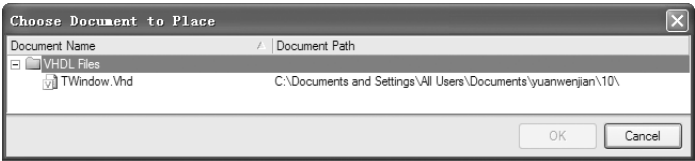

图 14-3 选择 VHDL 设计文件对话框
- 2) 打开新建的顶层原理图文件，选择菜单命令“设计”→“HDL 文件或图纸生成图纸符号”，弹出选择 VHDL 设计文件对话框，如图 14-3 所示。